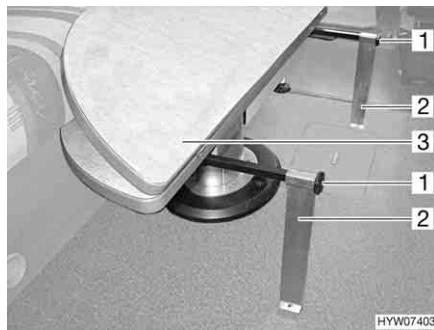

Bild 92 Umbau zum Bettunterbau
- Die Stützschienen (Bild 92,1) bis zum Anschlag herausziehen.
- Die Metallstützen (Bild 92,2) aus den Haltern in der Sitzbank nehmen und auf die Stützschienen schieben (Bild 92).
- Die obere Tischplattenhälfte (Bild 92,3) umklappen und auf den Stützschienen ablegen.
- Die Metallstützen (Bild 92,2) abziehen und in den Haltern in der Sitzbank verstauen.
- Die Stützschienen (Bild 92,1) ganz einschieben.